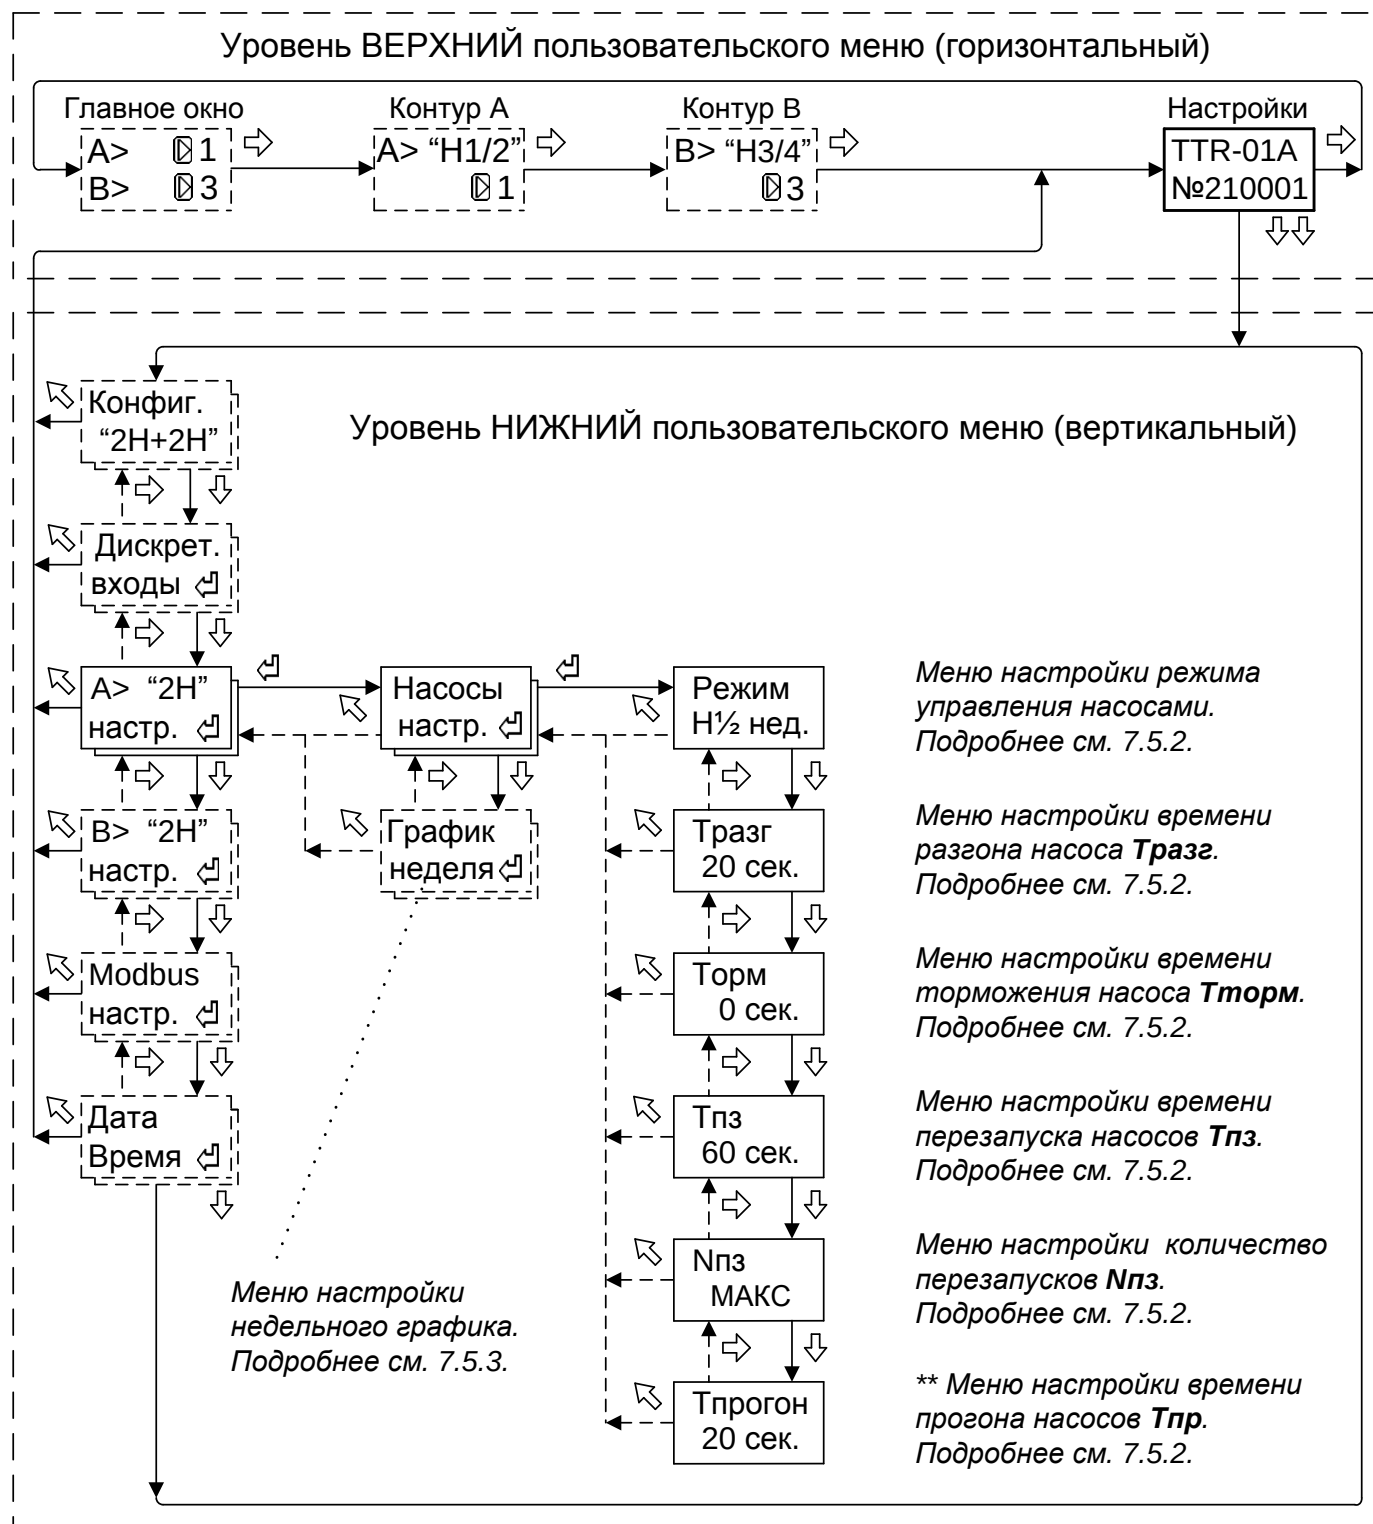

Рисунок 7 – Структура меню настройки параметров управления насосами
7.5.3 Вход в меню просмотра-установки временного графика работы насосов системы производится при нажатии кнопки “←” (см. рисунок 7).